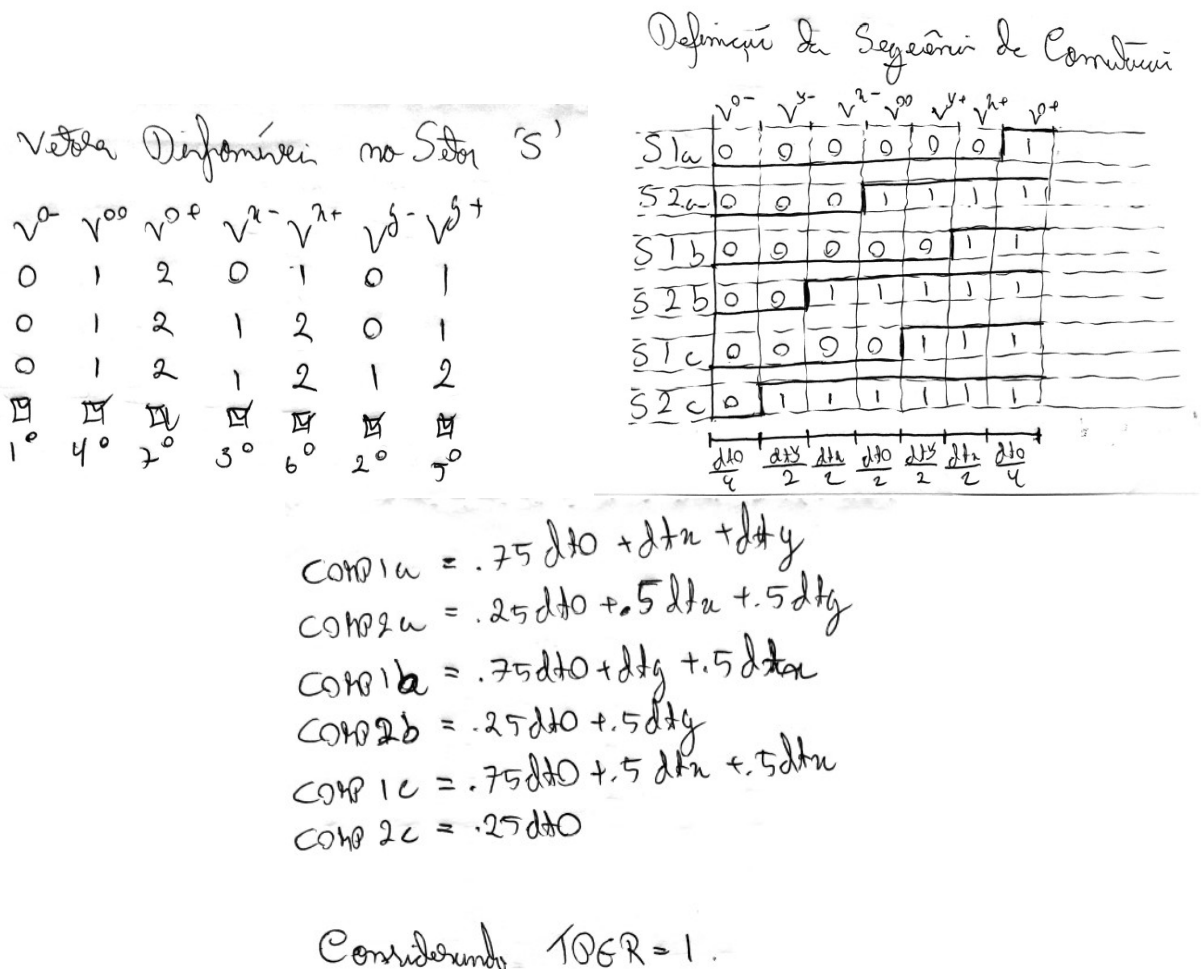

Figura 3: Sequência de comutação, tempos de cada vetor e implementação para o setor 'S'.
**SEQUÊNCIA DE COMUTAÇÃO E IMPLEMENTAÇÃO DO SV MODULATION PARA O NPC.** A Figura 3 mostra o projeto e implementação da sequência de comutação para o setor S.